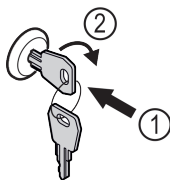

Fig. 46 Przykładowa prezentacja
- ▶ Włożyć kluczyk Fig. 46 (1).
- ▶ Przekręcić kluczyk o 90° w prawo Fig. 46 (2).